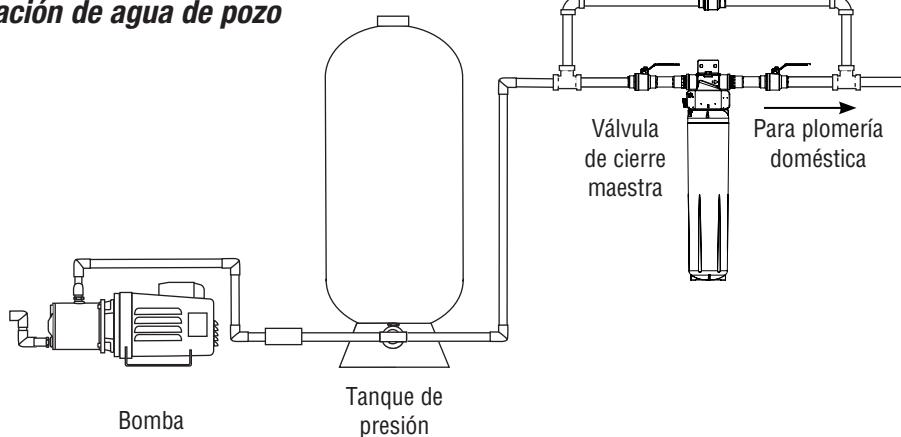

Figura 1
4. Ensamble el filtro en el sistema de desvío según se indica en la Figura 1. Utilice tres válvulas de cierre y una unidad de filtración como se muestra. Utilice el caño de cobre y las conexiones soldadas con estaño para ensamblar el sistema.